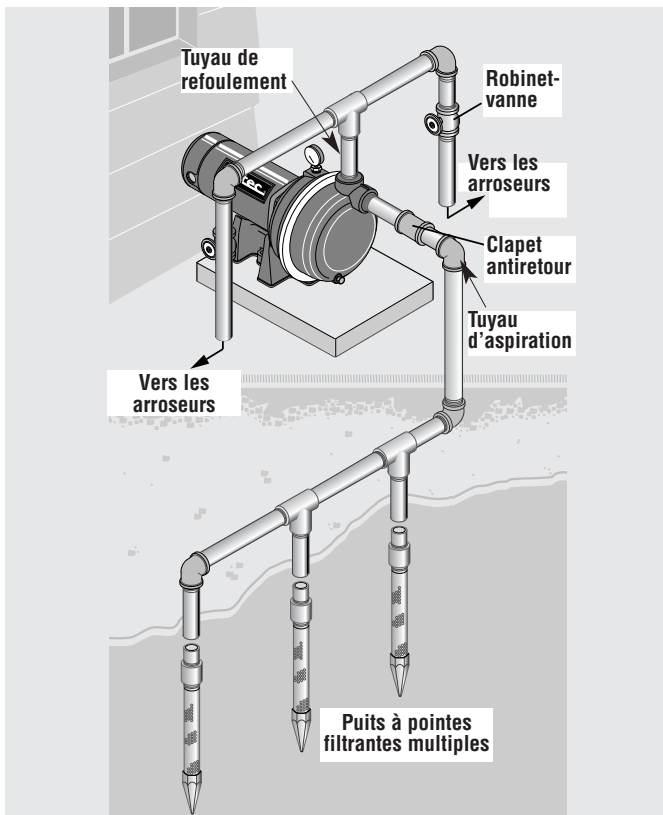

Figure 2 : Installation de puisage par point mené, points de puits multiples
- 1 ° Relier le tuyau d'aspiration au point d'entraînement (Fig. 2). Prévoir une longueur de tuyau horizontale aussi courte que possible. Utiliser de la bande téflon sur les filets de tuyau mâles. Il faut sans doute puiser à partir de points de puits multiples pour alimenter suffisamment la pompe en eau.